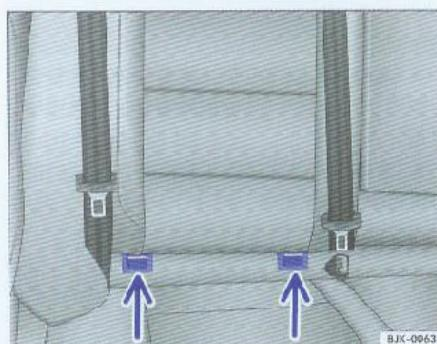

图30 位于后排外侧座椅上的ISOFIX儿童座椅固定环
- 将儿童座椅压到箭头所示的“ISOFIX”固定环上→图30，直至听到儿童座椅的啮合声。